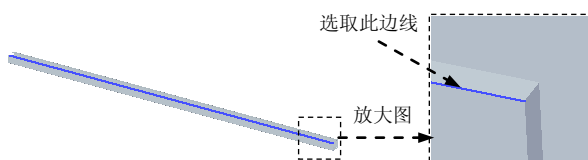

图 8.13.172 定义附着边
(1) 选择命令。单击“主页”功能选项卡“钣金”工具栏中的“弯边”按钮 .
(2) 定义附着边。选取图 8.13.172 所示的模型边线为附着边。